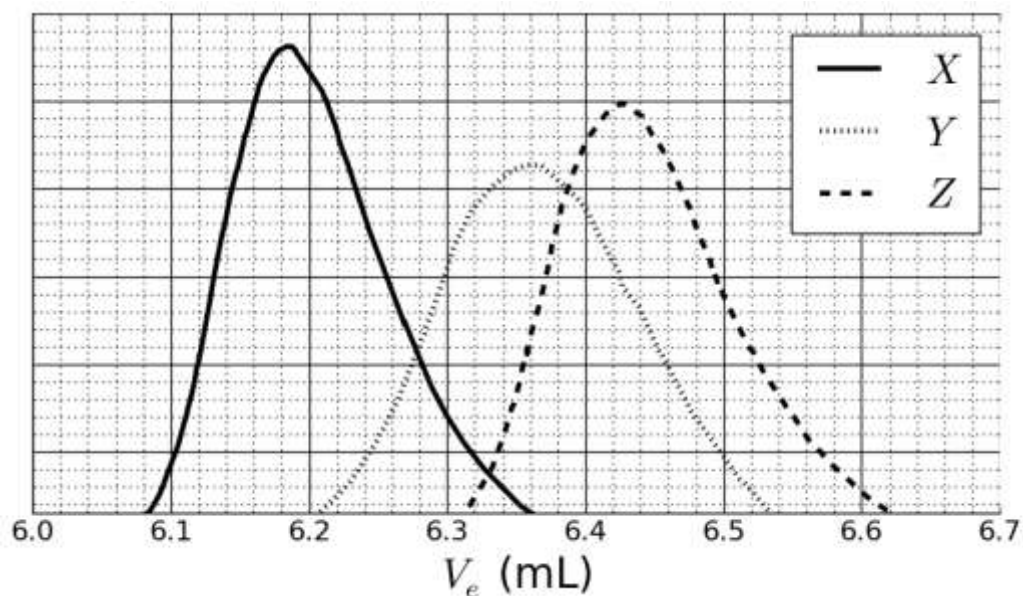

Fig. 2 – Cromatogramas SEC de **3a**, **3b** y **3c** como función del volumen eluido, V_e .
Esta reacción de **1** con **2** produce los copolímeros **3a** después de 20 h, **3b** después de 25 h y **3c** después de 30 h de reacción a 40 °C. Los resultados experimentales de la cromatografía de exclusión por tamaño “size-exclusion chromatography” (SEC) se presentan en la Fig. 2.
6. **Empareje** las señales de la Fig. 2 con los copolímeros **3a**, **3b** y **3c**.
7. Basándose en las curvas de SEC de las Fig. 2 y 3, **determine** V_e del polímero que corresponde a la curva X y úselo para **estimar** el grado de polimerización m de su segundo bloque. **Detalle** sus cálculos; puede usar la calculadora o dibujar la gráfica.